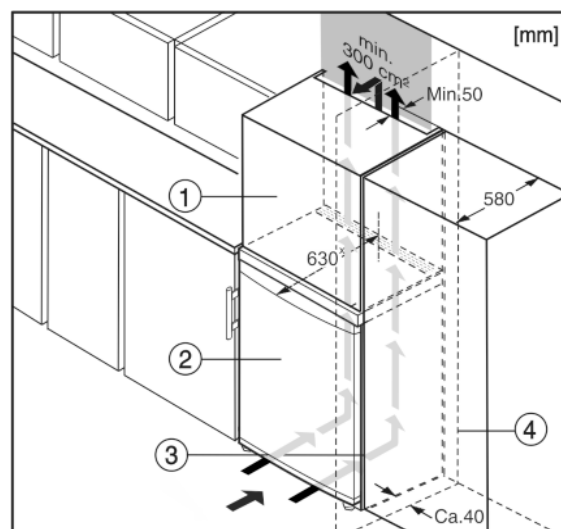

Fig. 6
- (1) Nastavná skříňka*
- (2) Přístroj*
- (3) Kuchyňská skříň*
- (4) Stěna*
Spotřebič lze zabudovat do kuchyňských skříní. K vyrovnání spotřebiče Fig. 6 (2) na výšku kuchyňské linky lze na přístroj nasadit nástavec Fig. 6 (1).
Při montáži do kuchyňských skříní (hloubka max. 580 mm) lze přístroj instalovat hned vedle kuchyňské skříně Fig. 6 (3). Přístroj přesahuje přední stěnu kuchyňské skříně na stranách o 34 mm * a uprostřed o 50 mm *.
Když se přístroj instaluje závěsy vedle stěny Fig. 6 (4), musí být vzdálenost přístroje od stěny alespoň 40 mm. To odpovídá přesahu madla při otevřených dveřích.*